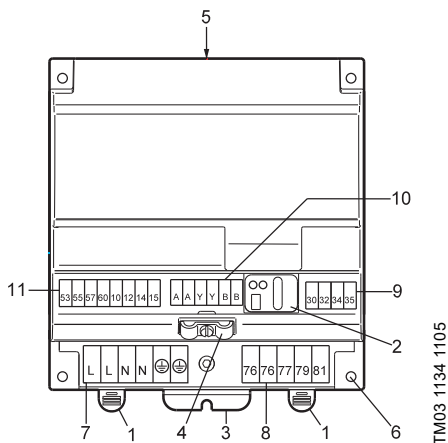

Рис. 1 IO 351 A
Исполнение ("А" или "В") указано на фирменной табличке на фирменной табличке, расположенной на задней стенке. Оно может также определяться по числу клеммных колодок. У исполнения IO 351 A предусмотрено пять, а у исполнения IO 351 B - восемь клеммных колодок, смотрите рис. 1 и 2.
2. Зафиксировать модуль фиксаторами, поз. 1 рис. 1 и 2.